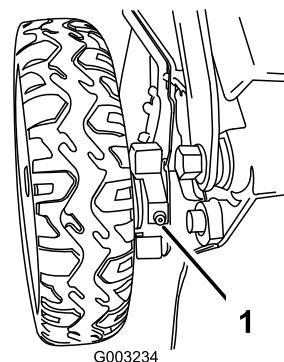

Bild 42
- Wischen Sie die Schmiernippel innen an den Hinterrädern mit einem sauberen Lappen ab (Bild 42).